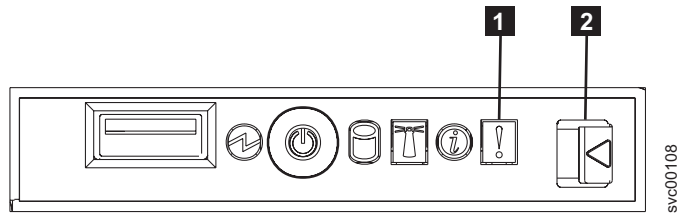

図 155. オペレーター・パネル表示装置
4. オペレーター・パネル・リリース・ラッチ **2** を押して、オペレーター・パネル表示装置を SAN ボリューム・コントローラー 2145-8F2 からスライドさせます。図 155 を参照してください。